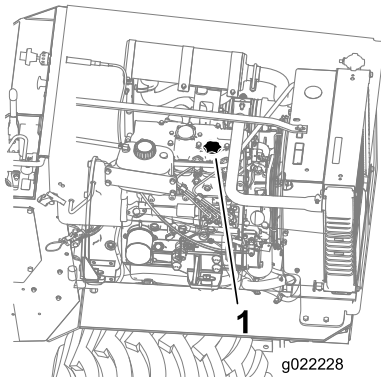

**Figura 8**
4. Limpie alrededor de la varilla de aceite (Figura 8).
5. Retire la varilla y limpie el extremo metálico (Figura 8).
6. Introduzca la varilla a fondo en el tubo de la varilla (Figura 8).